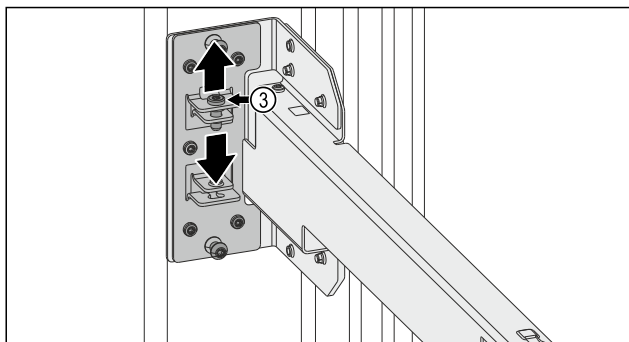

Fig. 14
- Allentare la vite Fig. 14 (3).
- Fissare la vite Fig. 14 (3).